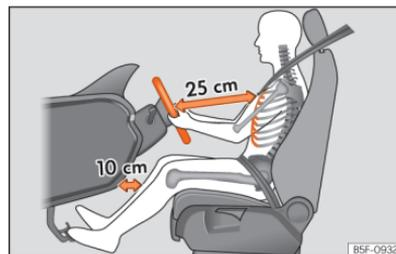

Fig. 16 A separação correta entre o condutor e o volante deve ser de 25 cm no mínimo [10 polegadas].
- Ajuste o volante de modo a ficar a uma distância de, pelo menos, 25 cm (10 polegadas) do esterno »» **Fig. 16** e a poder segurá-lo com ambas as mãos pelos lados, pela parte exterior, com os braços ligeiramente fletidos.